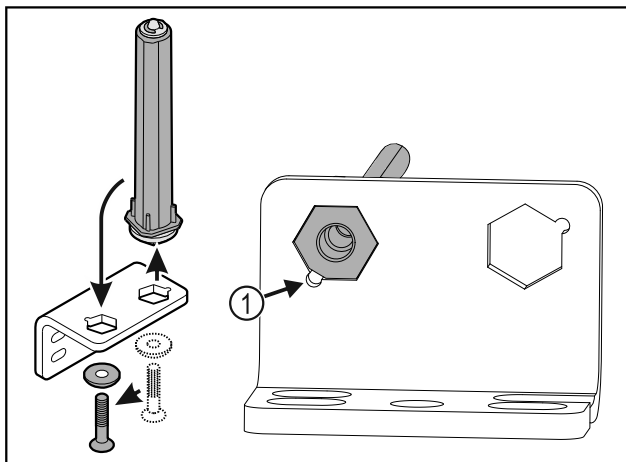

Fig. 38
- ▶ При поставянето внимавайте за това, скосяването на болта Fig. 38 (1) да сочи към кръглия отвор.